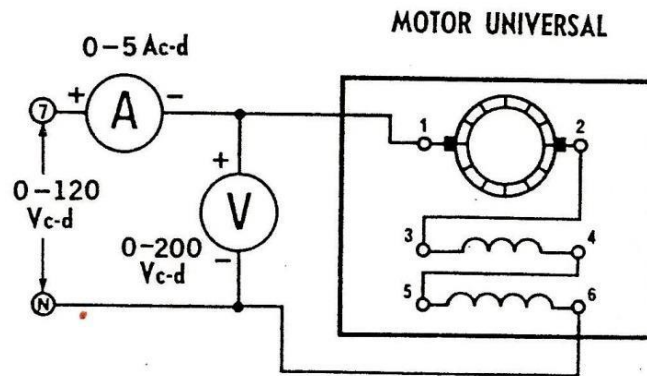

Figura 5
17. Conecte el circuito ilustrado en la figura 5., con los módulos EMS de Motor Universal, electrodinamómetro, fuente de alimentación y medición de c-d.